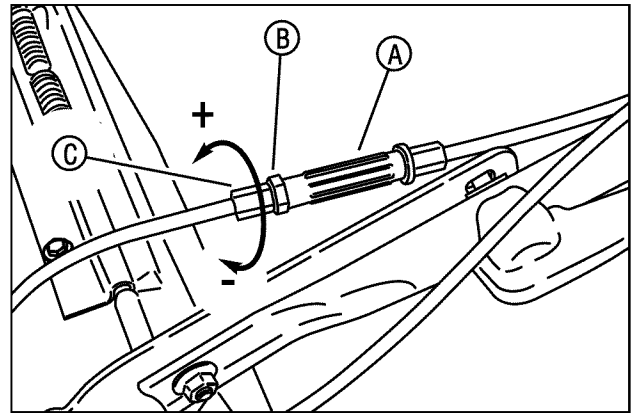

Figura 20: Ajuste de la tensión del resorte de la transmisión
- b. Para aumentar (+) la longitud del resorte extendido, afloje la contratuerca (B, Figura 20) y gire el casquillo (C) abajo del tensor de ajuste (A), ubicado en el extremo inferior del cable de control del sistema de tracción de las ruedas, media vuelta hacia afuera desde el tensor. Apriete la contratuerca.